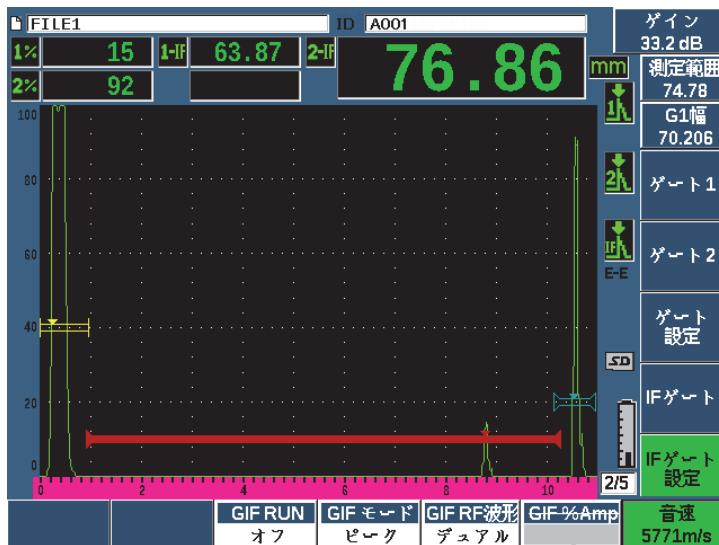

図 11-33 材料音速の設定
3. 調整ノブまたは矢印キーで目的の音速を設定します(288ページの図 11-33参照)。